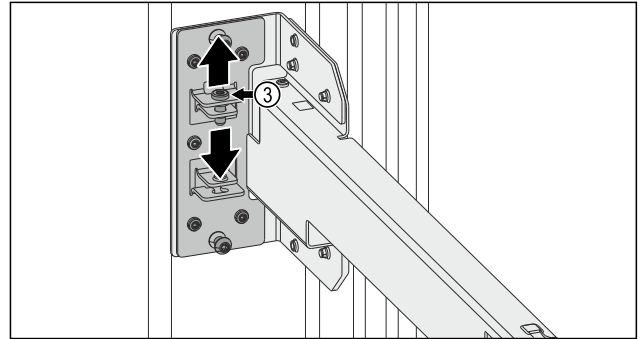

Fig. 13
- ▶ Loosen the screw Fig. 13 (3).
- ▶ Tighten the screw Fig. 13 (3).